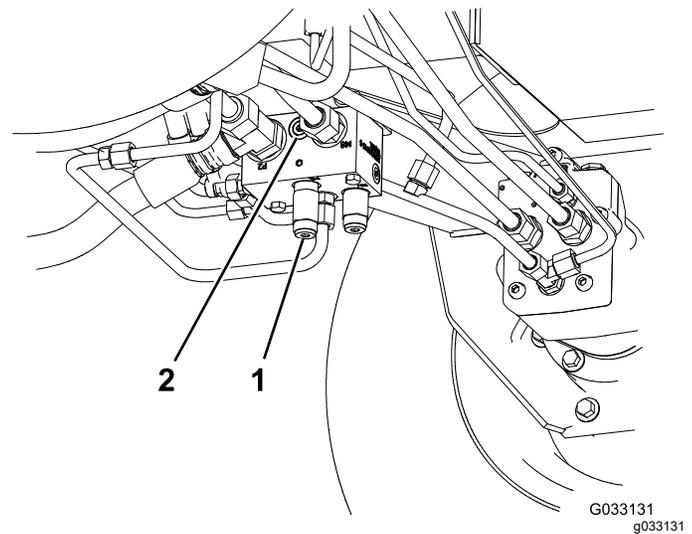

Figura 75
- Pieza Toro N° 95-0985, empalme (2)
- Pieza Toro N° 340-77, acoplamiento hidráulico (2)
1. Instale un acoplamiento diagnóstico en el orificio sin marcar que está situado entre los orificios M8 y P2 del colector de tracción trasera (Figura 75).